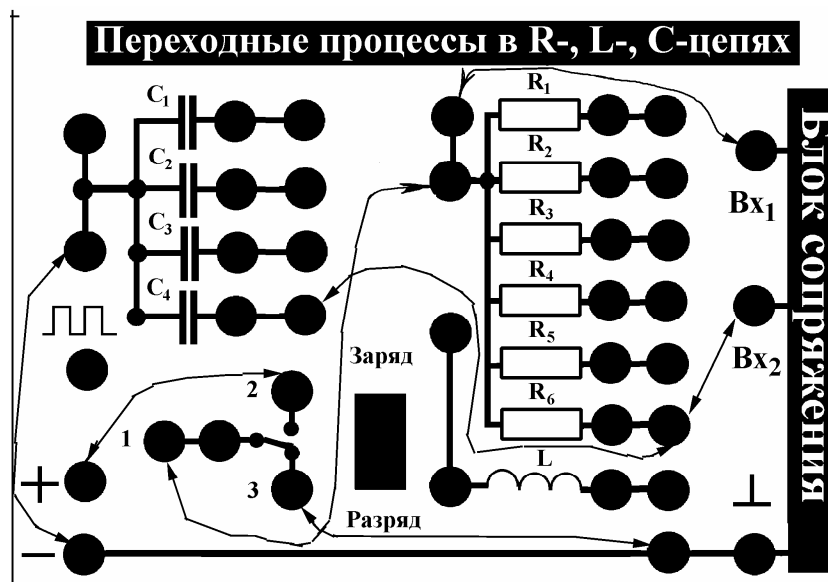

Рис. 8. Соединение элементов учебной платы для выполнения упражнения 1.
1. Соберите электрическую схему в соответствии с рис. 8, при этом в эксперименте используются конденсатор  $C_4$  и сопротивление  $R_6$ . На вход  $Vx_1$  подается сигнал с контакта 1 ключа <<заряд - разряд>>, а на вход  $Vx_2$  — с конденсатора  $C_4$ . При этом ключ должен находиться в положении <<разряд>>.